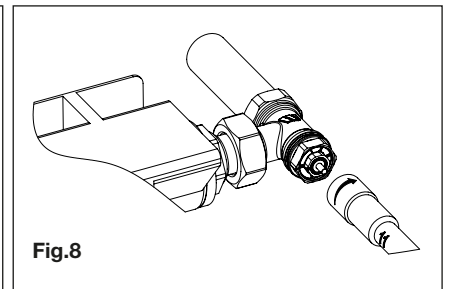

Fig.8
- Chiudere completamente la ghiera di prerogolazione (manualmente o tramite chiave da 11) (Fig.8);